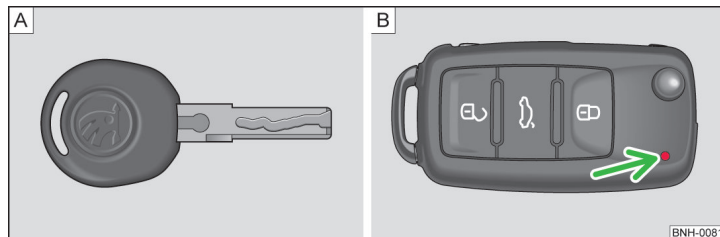
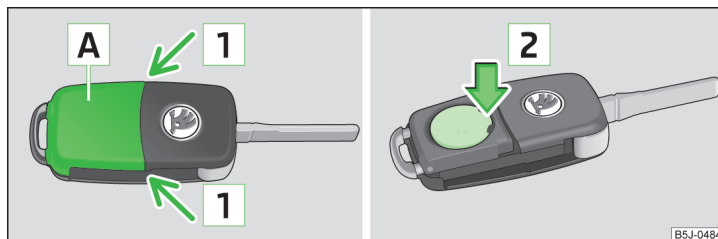

Fig. 25 Cheie: fără telecomandă / cu telecomandă
Fig. 26 Cheia cu telecomandă: îndepărtarea capacului/extragerea bateriei
La livrarea autovehiculului primiți două chei. În funcție de echipare, autovehiculul dumneavoastră poate fi echipat cu chei fără comandă de la distanță » fig. 25-A sau cu chei cu comandă de la distanță » fig. 25-B.
Fiecare cheie cu telecomandă conține o baterie, care se găsește sub capacul **A** » fig. 26. Când bateria este descărcată, după apăsarea unei taste, lampa de control de culoare roșie » fig. 25 la pagina 45 - **B** de pe cheia cu telecomandă nu luminează intermitent. Vă recomandăm să vă adresați unei unități autorizate pentru înlocuirea bateriei cheii. Dacă doriți totuși să înlocuiți singur bateria descărcată, procedați în felul următor:
- Apăsați capacul bateriei cu degetul mare sau cu o șurubelniță cu vârf plat, în locurile marcate cu săgețile **1** » fig. 26.